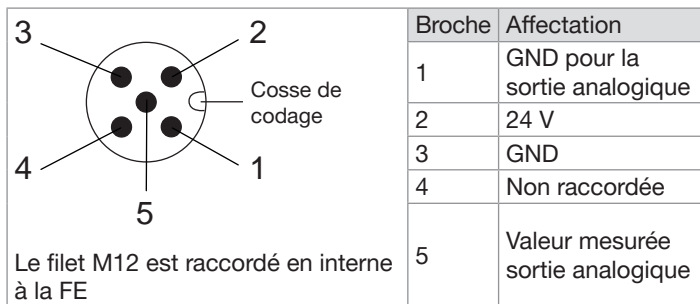

Fig. 17: MFM Analogue : affectation des broches, connecteur mâle M12 à 5 broches (codage A)
- Si votre produit est un MFM, câbler le connecteur femelle homologue selon l'affectation des broches du connecteur mâle M12 de la Fig. 17. Respecter les instructions données par le fabricant du connecteur femelle homologue.